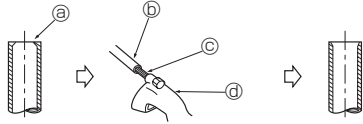

Fig. 5-4
5.2.2. Sorják eltávolítása (Fig. 5-4)